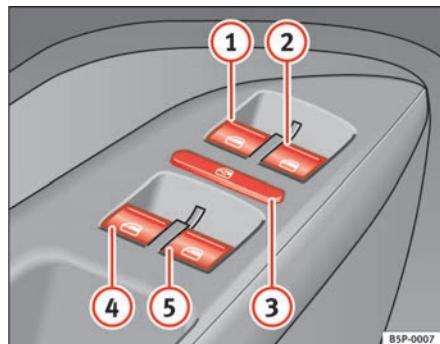

Fig. 69 Pormenor da porta do condutor: comandos para as janelas dianteiras e traseiras
Os botões ⇒ página 107, fig. 69 ① e ② têm duas posições para abrir e duas para fechar os vidros. É assim mais fácil controlar a abertura e o fecho.